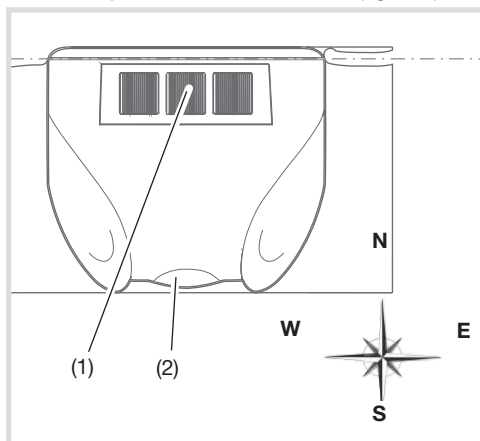

Figura 3: orientamento verso sud in posizione orizzontale
- Orientare il dispositivo verso sud con l'ausilio di una bussola (figura 3).
- Allineare il dispositivo con una livella in modo che sia perfettamente orizzontale (figura 3).